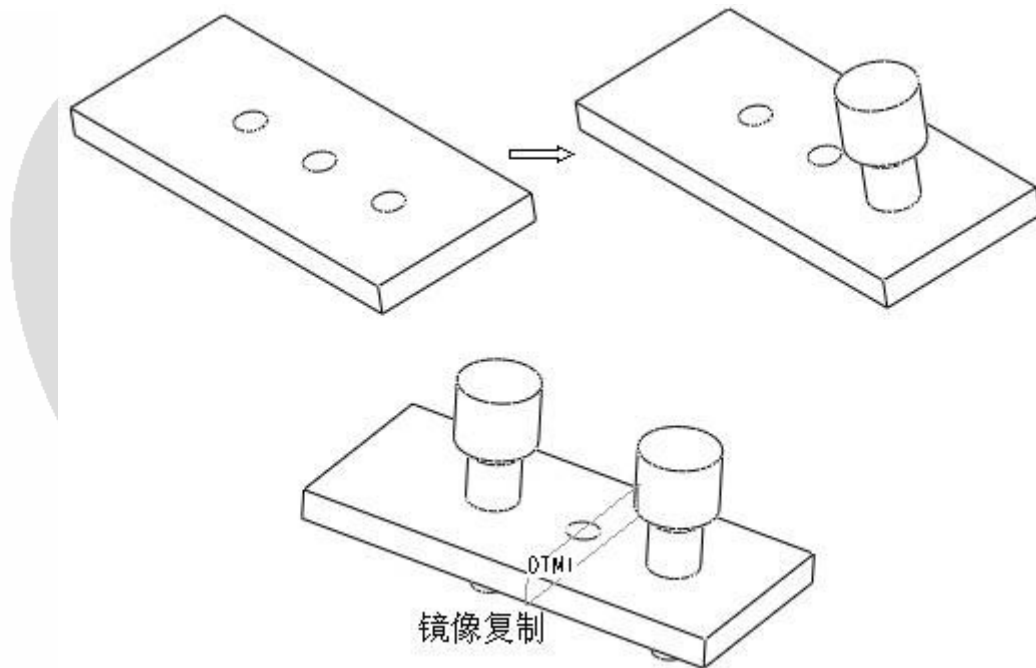

图 15-19 练习 15-9 操作示意图
【练习 15-9】：图 15-19 为装配件 15-9.asm 的装配图。该装配图由两个零件组成：plane.prt、plug.prt。从附盘 “\ch15\15-9” 目录中读取这两个文件，使用镜像复制方法建立如图 15-19 所示的装配图。
1. 把 plug.prt 装配在 plane.prt 上，如图 15-19 的右上图所示。